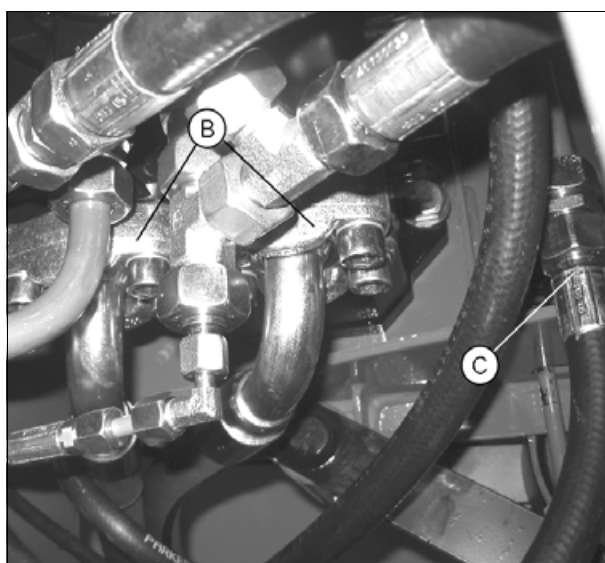

Рис. 3.
2. Отсоедините шланги высокого давления от двигателя и от насоса (В) (рис. 3).
3. Отсоедините смазочный шланг от двигателя и ослабьте соединение с насосом (С) (рис. 3).